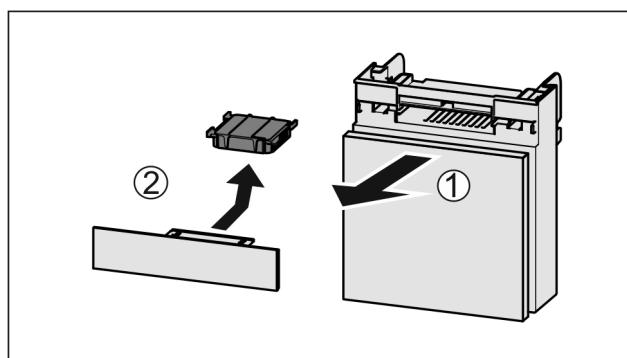

Fig. 113
- Wyciągnąć Fig. 113 (1) komorę do przodu.
- Wyjąć Fig. 113 (2) filtr z węglem aktywowanym.